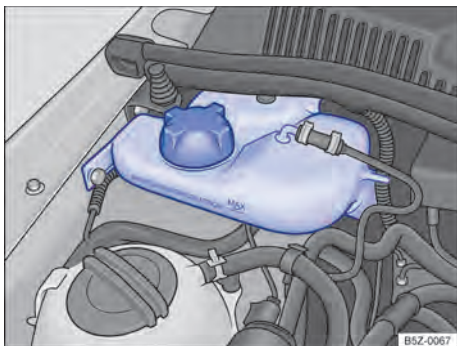

Fig. 134 No compartimento do motor: reservatório de gasolina para o sistema de partida a frio.
O reservatório de gasolina do sistema de partida a frio encontra-se no compartimento do motor, no lado direito $\Rightarrow$ Fig. 134.
- Nunca ultrapassar a marca "MAX" indicada no reservatório $\Rightarrow$ Fig. 134.